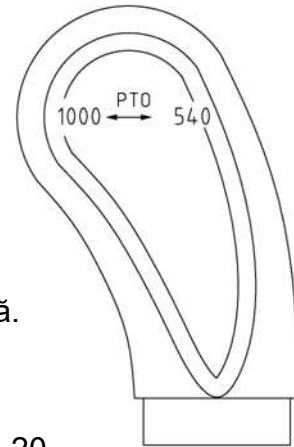

Fig. 4.20
- treceți maneta din fig.4.20 în poziția neutră.